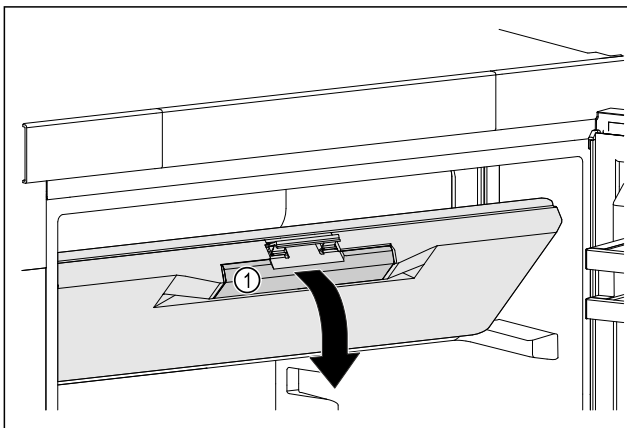

Fig. 23
▶ Возьмитесь за утепленную ручку Fig. 23 (1) на двери морозильного отделения.